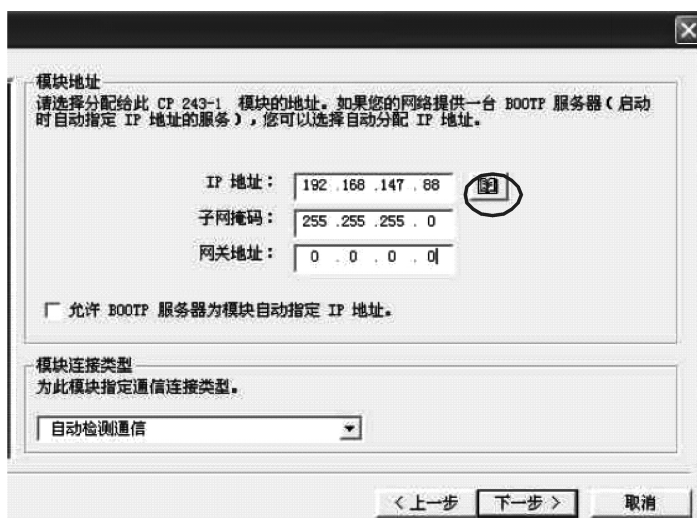

图 7-40 设置以太网模块地址等参数
① 人工输入：在“IP 地址”中输入模块 IP 地址，或单击“”图标从列表选择一个模块 IP 地址。输入了网掩码和网关地址。若本例使用静态 IP 地址，如图 7-40 所示。